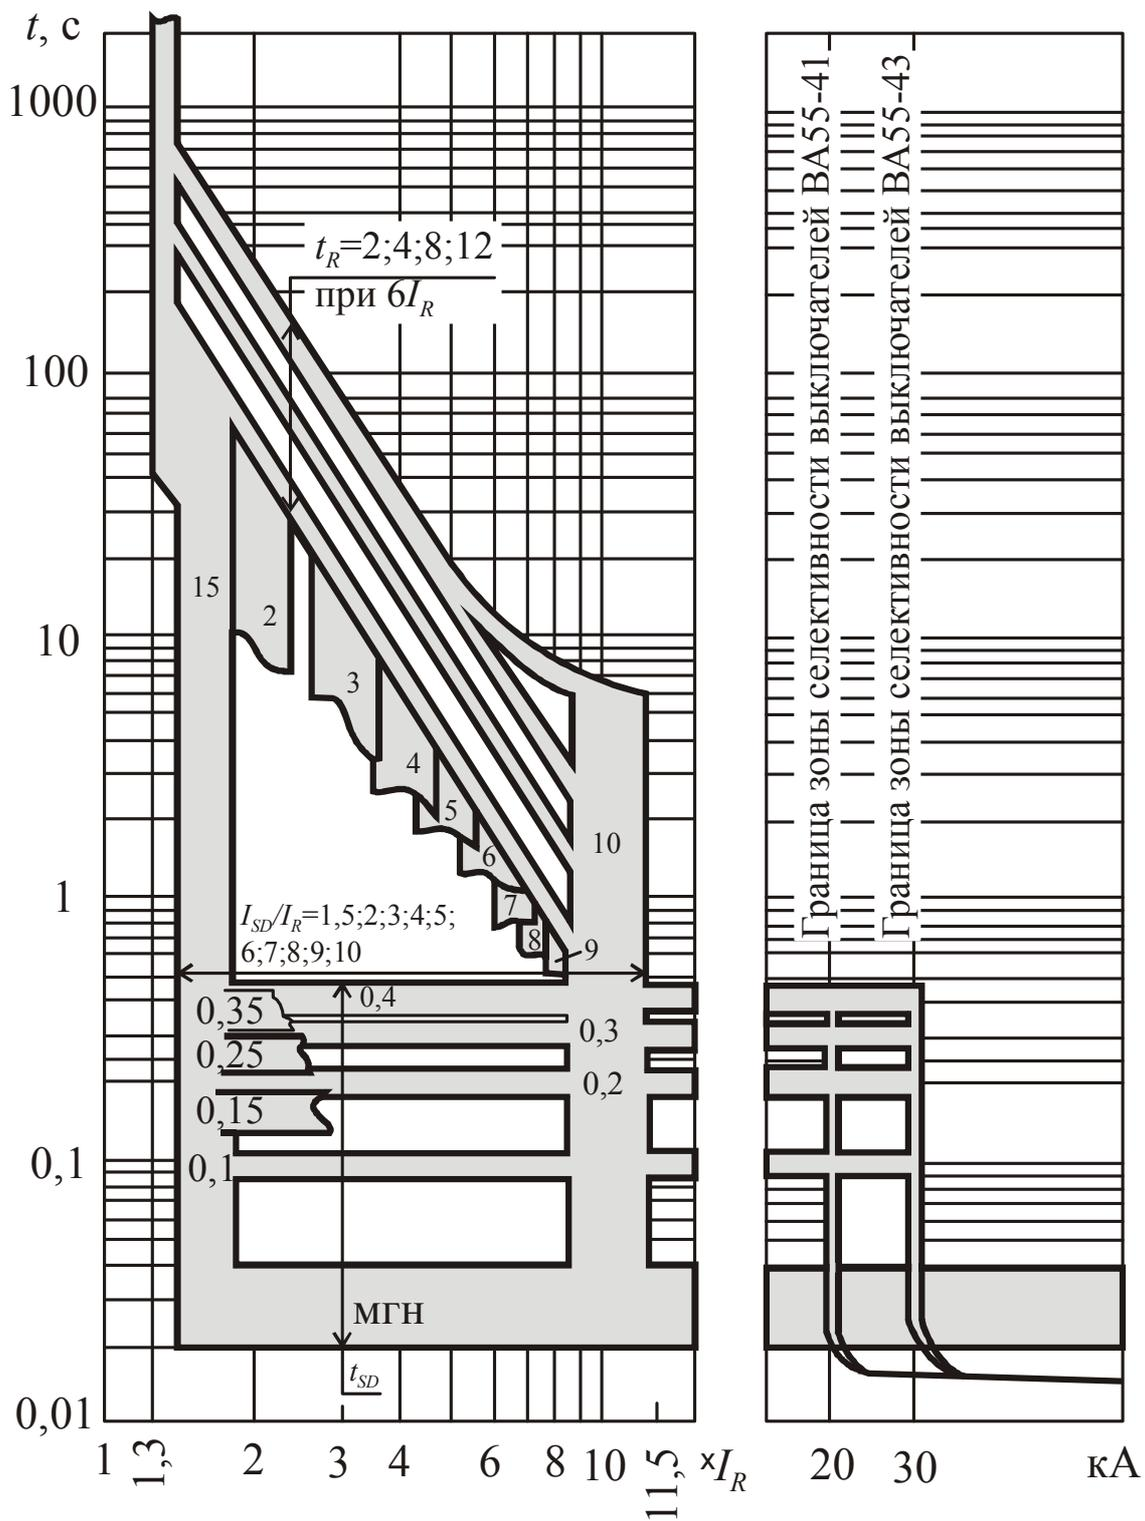

Рис. 2.38. Обратнокубическая зависимость защитных характеристик автоматических выключателей ВА55
*2 – для обратнокубической зависимости защитной характеристики, рис. 2.38.